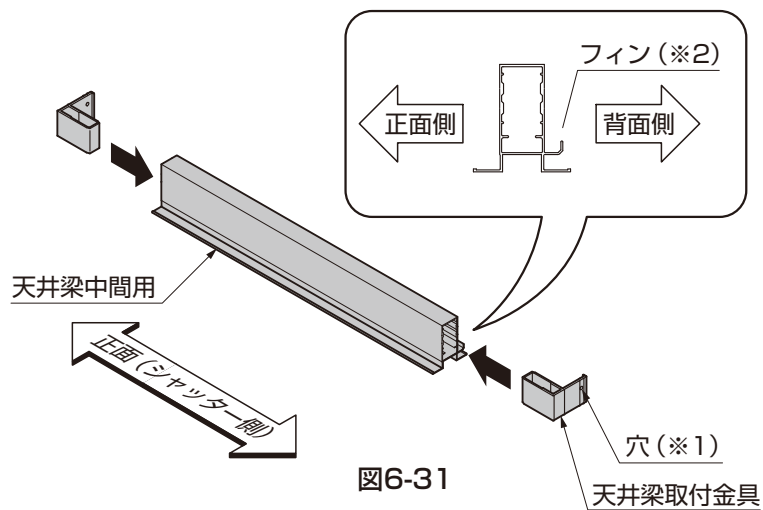

図6-31
- ②天井梁端部用と天井梁中間用の両端に、天井梁取付金具を差込んでください。(図6-31参照)